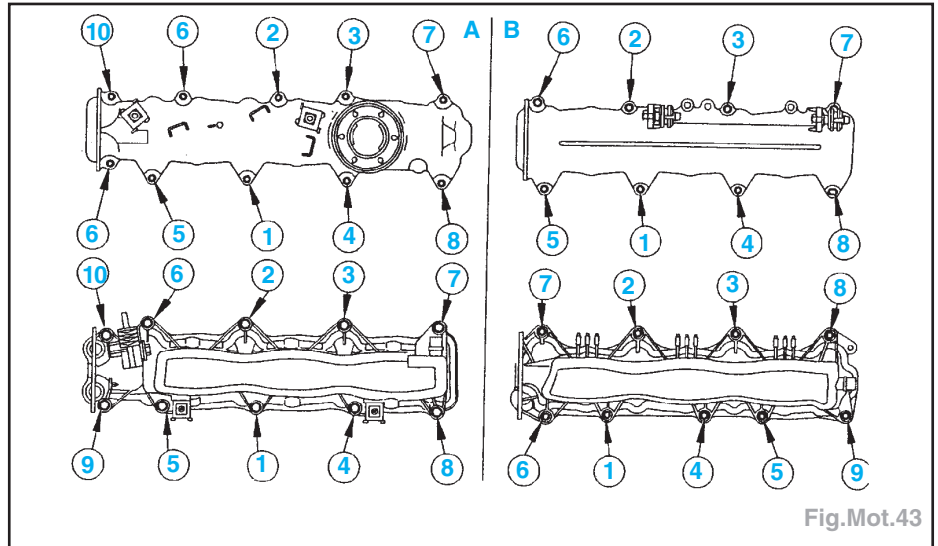

Fig.Mot.43
- Approcher puis serrer progressivement les vis en respectant l'ordre (Fig.Mot.43)